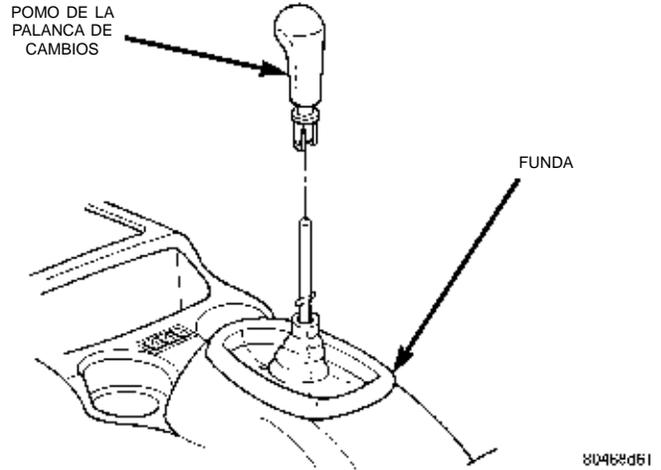

Fig. 8 Pomo de la palanca de cambios
- (1) Empuje la funda del cambiador hacia abajo y sepárela del pasador de rodillo del cambiador.
- (2) Haga presión en las patas del pomo del cambio de marchas separándolo del pasador de rodillo del cambiador empleando una herramienta de palanca de hoja plana.
- (3) Retire el pomo del mango del cambiador (Fig. 8).